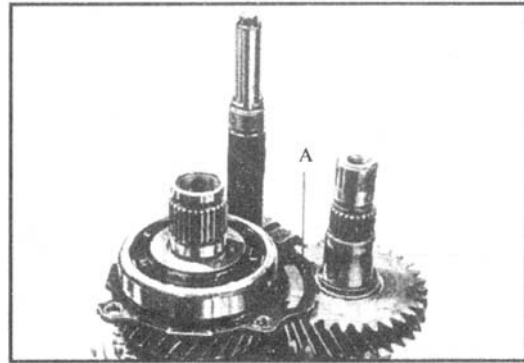

图 4-40 安装变速器（九）
(9) 安装输入轴后轴承挡板 A，注意 A 的位置应如图 4-40 所示。放上新的前后壳体密封垫，并安装上变速器壳体。